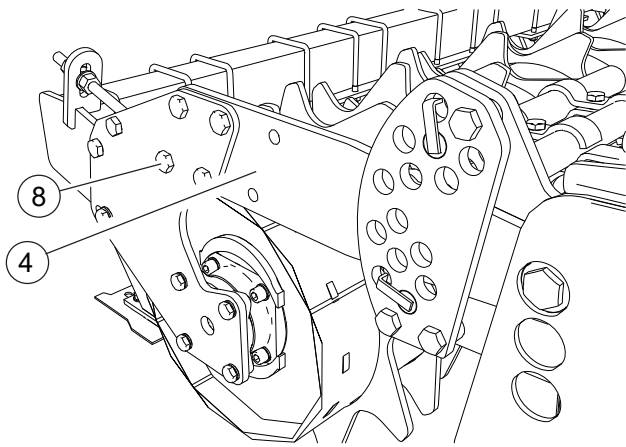

FIG. 12
Montar la unidad rodillo. Enroscar los tornillos (8, "Fig. 12") de los soportes del rodillo al brazo (4).